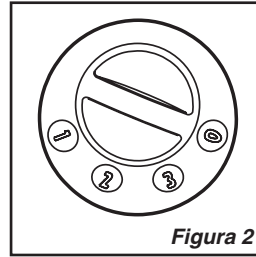

Figura 2
5. Encienda el Ventilador seleccionando la velocidad deseada con la Perilla de Encendido situada al costado del Ventilador. (*Figura 2*)